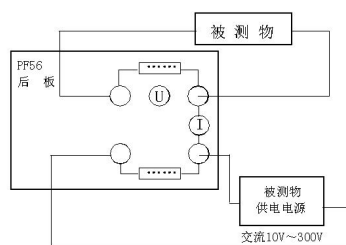

图 4 被测物接线图
5.2.1 按下图4接线，将被测物两端分别接仪器后板“被测负载 / LOAD”；被测物供电电源两端分别接仪器后板“被测输入 / SOURCE”。